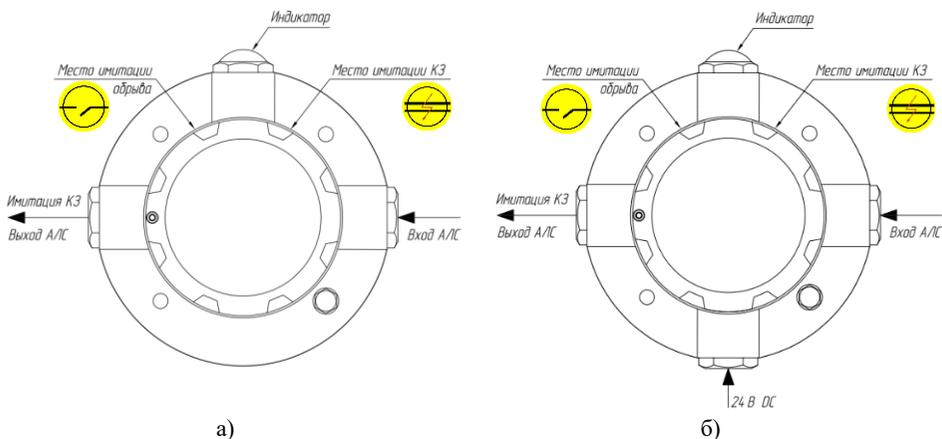

Рисунок 1 – Внешний вид ИМ-Ех-П с обозначением мест имитации:
1.3 ИМ-Ех-П предназначен для работы в четырехпроводных линиях связи (интерфейс и электропитание 24 В DCУ; модификация в тройниковом ККВ с двумя кабельными вводами для подключения линий связи, рисунок 1а), либо двухпроводных линиях связи, но с подключением отдельной линии электропитания 24 В DC (модификация в крестообразном ККВ с тремя кабельными вводами для подключения линий связи, рисунок 1б).
1.5 Принцип работы ИМ-Ех-П заключается в следующем. При поднесении постоянного магнита (находится в комплекте) к корпусу устройства в обозначенной точке размещения геркона (рисунок 1) происходит его замыкание и инициация срабатывания контактных групп реле, которые имитируют короткое замыкание на выходе АЛС от клеммной колодки ХТ1, т.е. слева от имитатора (см. рисунок 1). Индикатор состояния загорается красным цветом. Далее магнит убирается и реле возвращается в исходное состояние. Индикатор гаснет. Обрыв имитируется аналогично при поднесении постоянного магнита к корпусу устройства в другой обозначенной точке. При имитации обрыва индикатор загорается зеленым цветом.